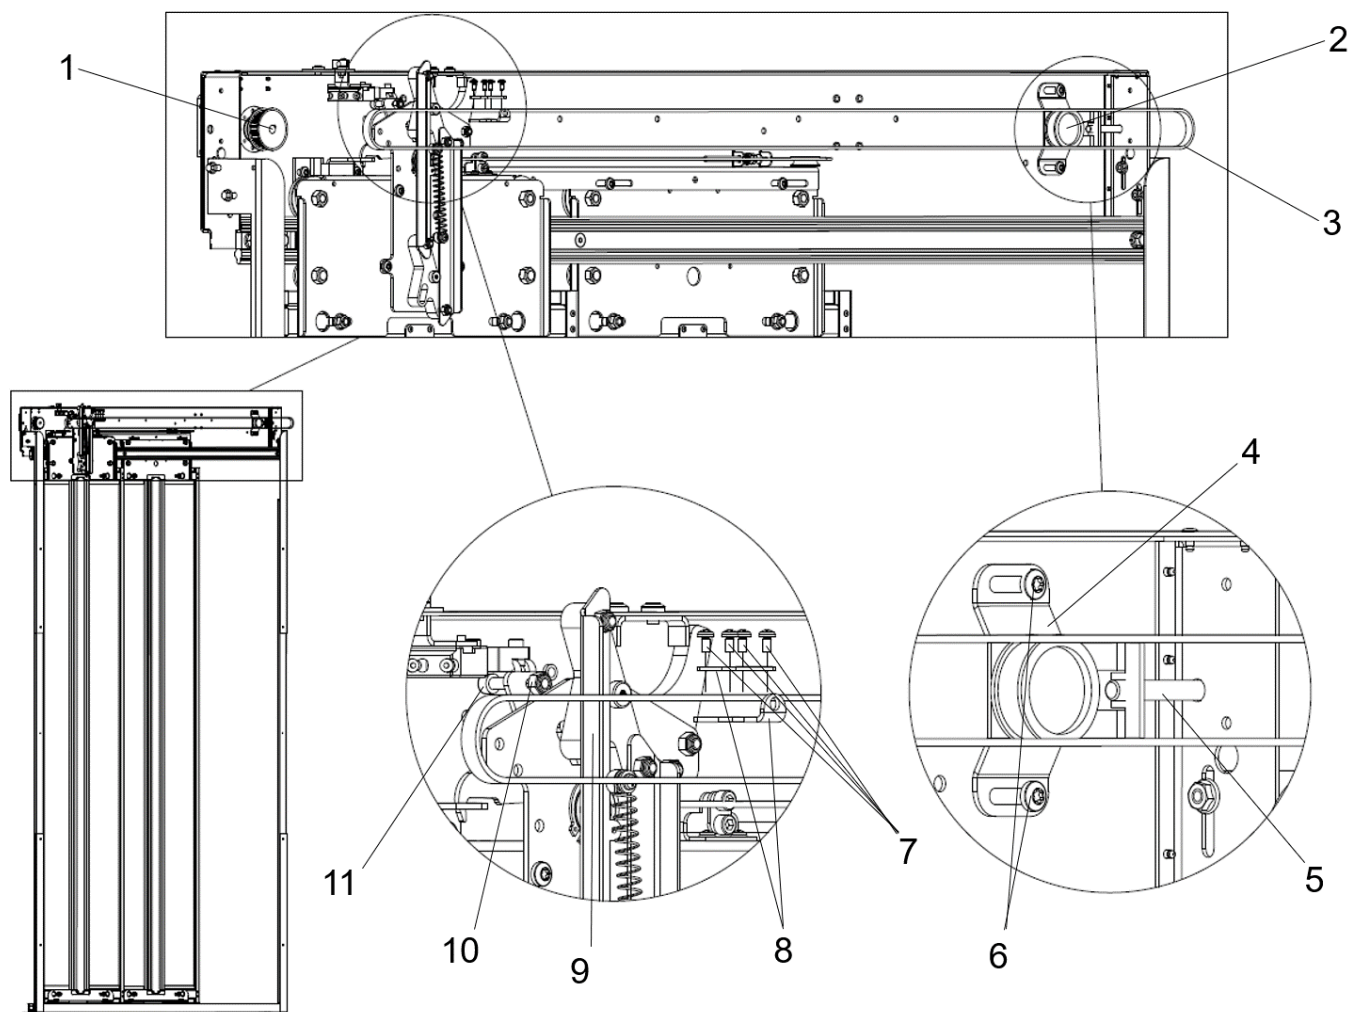

Fig. 46 Rembyte
3. Justera remmen genom att vrida remmens spännskruv (5).
7. Avlägsna remklämman (8) från hållaren (9) genom att lossa skruven (11) och muttern (10) som håller ihop den, se Fig. 46.
8. Lossa skruvarna (6) som håller brythjulets hållare (4) och lossa remmens spännskruv så att remmen slackar runt remhjulen (1) (2).